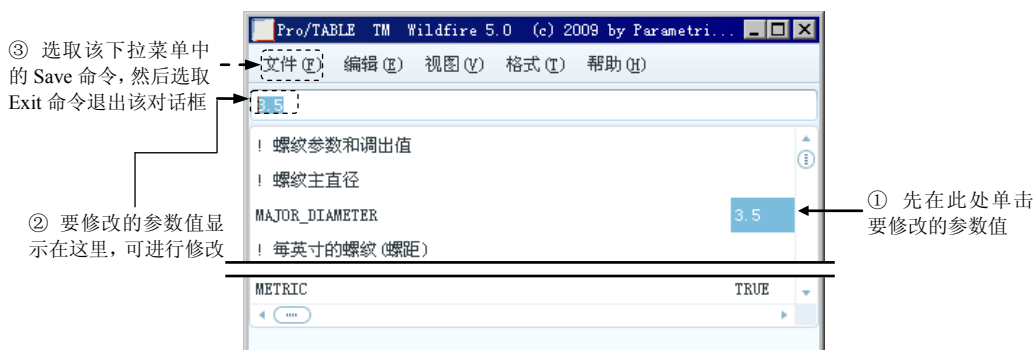

图 5.16.7 “螺纹参数编辑器”对话框
- **Mod Params (修改参数)**: 如果不满意“检索”出来的螺纹参数, 可进行修改。选取此命令, 系统弹出图 5.16.7 所示的对话框。通过该对话框可以对螺纹的各参数(表 5.16.1)进行修改, 修改方法见图中的说明。